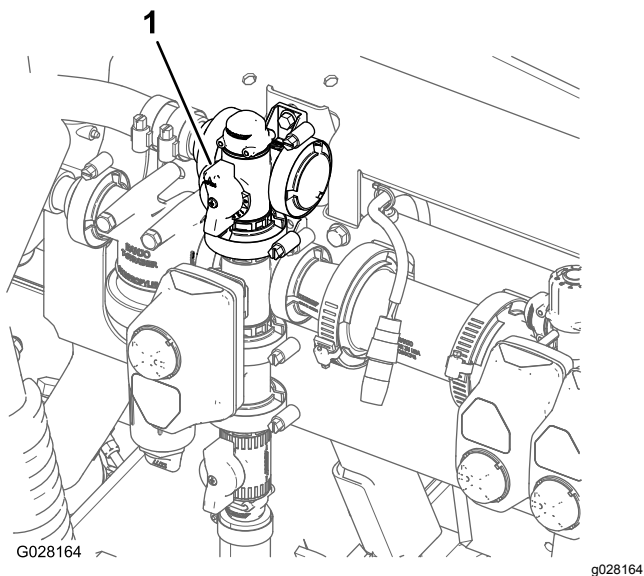

Figura 32
9. Regolate la valvola di bypass dell'agitatore (Figura 32) sul retro della valvola dell'agitatore